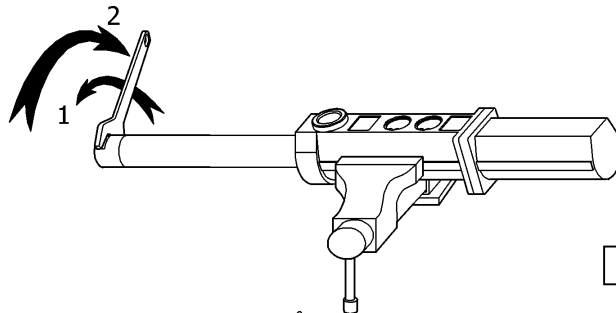

Fig. 4
1. Secure the pump in a Vise in the horizontal position, clamping it on the provided pads along the pump body (16).
2. To unscrew the suction tube (30) from the pump body (16), use a 32 mm wrench on the flats of the foot valve body (35) (fig. 4). Pull clockwise first to break the seal, and then counter clockwise to loosen and remove the tube assembly, including the body base (29).
1. Fijar la bomba en una mordaza agarrando por el cuerpo de la bomba (16) con la bomba en posición horizontal.
2. Pegar unos golpes con un martillo plástico en la base cuerpo motor aire (29).
3. Para desenroscar el tubo de aspiración (30) del cuerpo de la bomba, usar llave fija de 32 mm en el fresado del cuerpo válvula de pie (35) (Fig. 4). Tirar primero contra las agujas del reloj para romper el sellador y luego hacia el otro sentido para desenroscar y quitar el conjunto tubo de aspiración, incluyendo la base (29).
1. Placer la pompe sur un établi et la serrer au niveau du corps de la pompe (16) en maintenant la pompe en position horizontale.
2. Donner de légers coups au niveau de la base du corps du moteur d'air (29) et ce à l'aide d'un marteau en plastique.
3. Desserrer le tube d'aspiration (30) du corps de la pompe à l'aide d'une clé fixe de 32 mm au niveau du fraisage du corps du clapet de pied (35) (voir Fig.4). Tirer tout d'abord dans le sens contraire des aiguilles d'une montre pour décoller la pâte d'étanchéité et tirer ensuite dans le sens des aiguilles d'une montre pour desserrer et retirer l'ensemble du tube d'aspiration, base comprise (29).